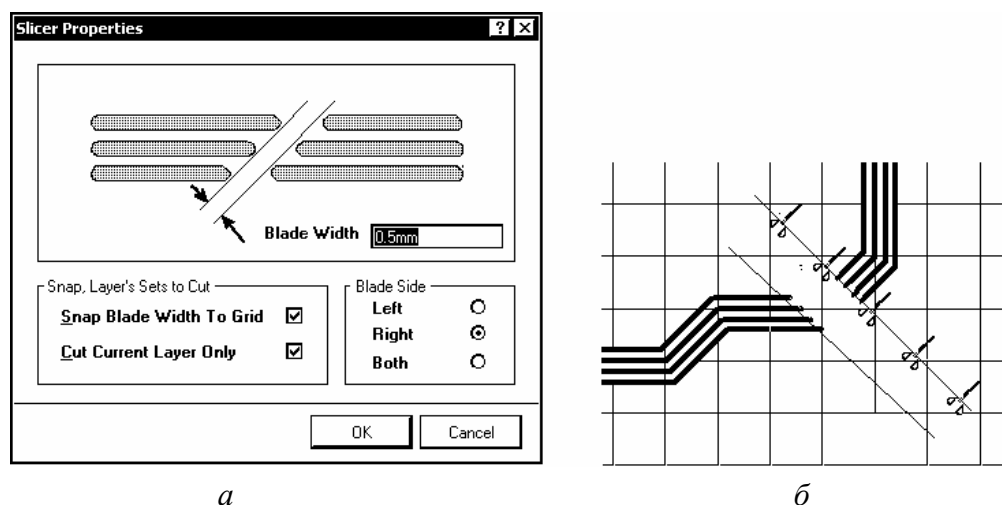

Рис. 7.12
- Slice Tracks – прорезать проводники, создав разрыв заданной ширины и под заданным углом наклона. После указания исходной точки разреза клавишей Tab активизировать редактирование параметров разреза: фиксированной ширины, размером в 1 шаг сетки или произвольной ширины, а также направления разреза от исходной точки (рис. 7.12, а).
Наклон линии разреза переключается “горячей” клавишей “Пробел”. Возможны два варианта – наклон под произвольным углом и наклон под углом, кратным 45° (рис. 7.12, б).